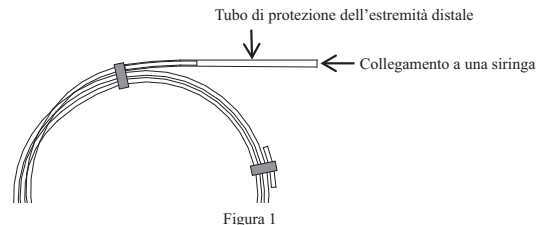

Figura 1
- Per il contenitore con tubo di protezione dell'estremità distale (vedere Modalità di utilizzo, Figura 1), non rimuovere o inserire il tubo di protezione dell'estremità distale mentre il filo guida è alloggiato nel contenitore.
- Per il contenitore con tubo di protezione dell'estremità distale (vedere Modalità di utilizzo, Figura 1), rimuovere il tubo di protezione dell'estremità distale prima di alloggiare nuovamente il filo guida nel contenitore.